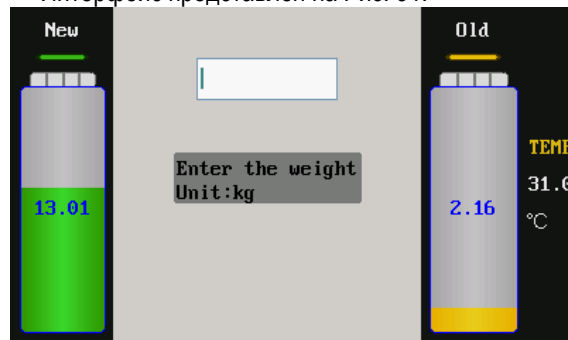

Рис. 31
- 2) Нажать кнопку ENTER, чтобы выбрать параметр для калибровки бака с новой жидкостью. Интерфейс представлен на Рис. 31.